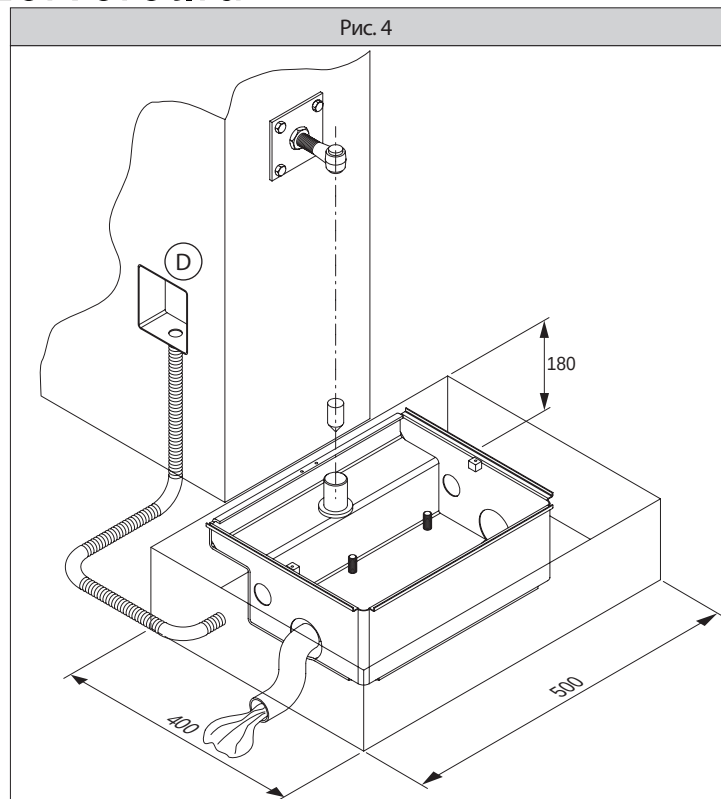
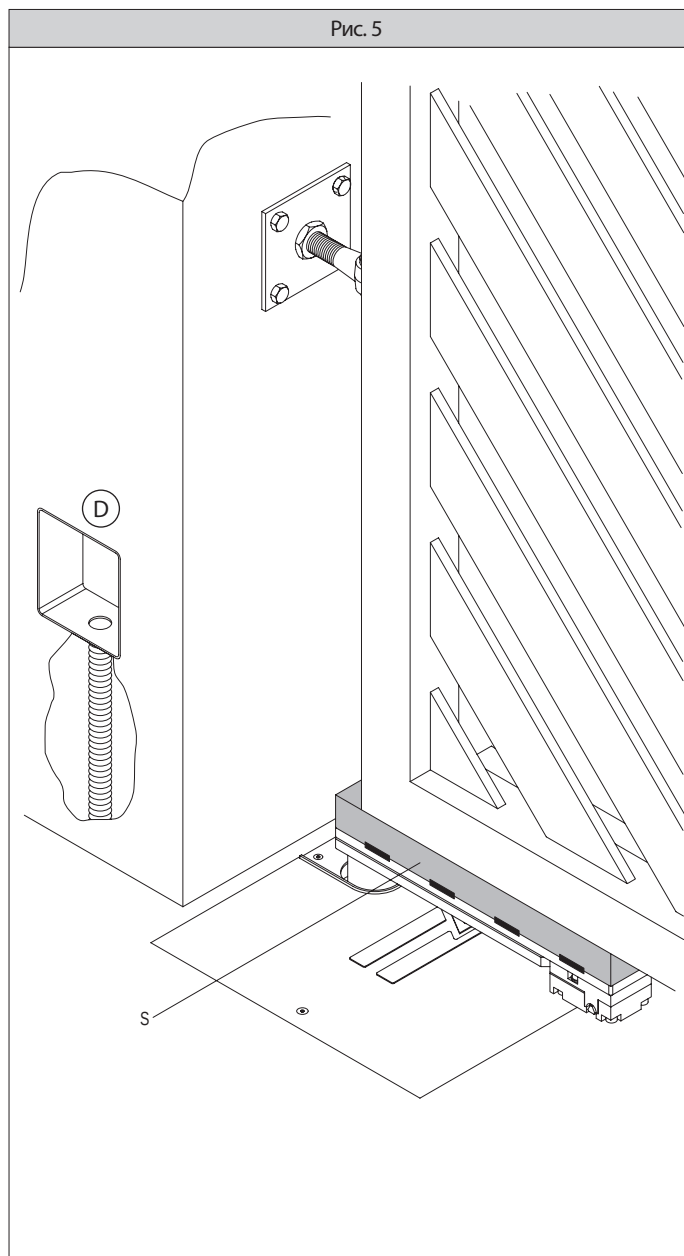
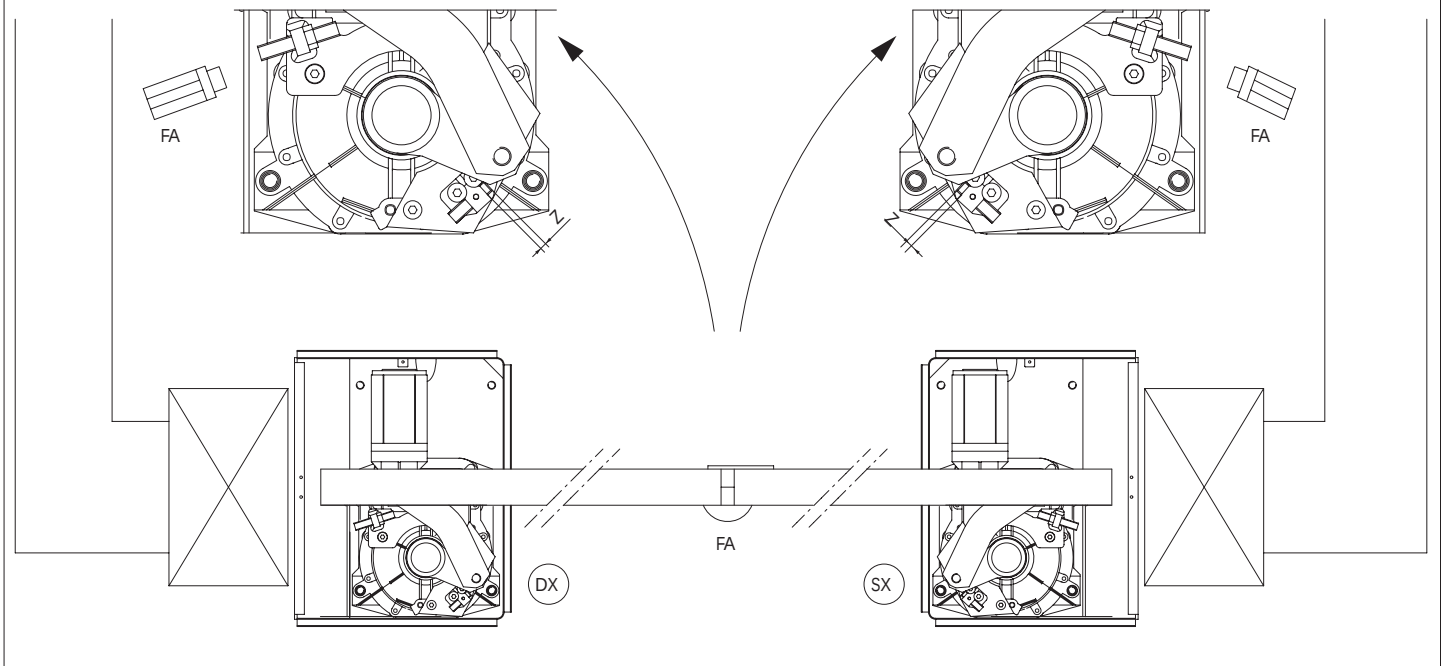

Рис. 5
Рис. 6
Рис. 9
- Установите рычаги на трубу А как указано на рис. 9. Если высота смонтированных рычагов недостаточна, то установите дополнительно прокладку S как на рис.5.
- Смонтируйте счетчик концевиков и механические упоры рис. 6а.
- Закрепить пластину на моторедукторе 4 винтами как на рис. 6В. После установки моторедуктора в корпус подсоедините блок управления, чтобы иметь возможность переместить ручку на выходе и затем закрутите 2 винта M8 (рис. 9).
- Моторедуктор крепится в корпусе в положении, указанном на рис. 9 с использованием 4-х ранее снятых гаек.
- Пропустите кабель счетчика концевиков так, чтобы крылышки прямо касались подвижных частей (рис.9).
- Смажьте втулку, в которой проходит труба А, а также втулки ручки рис.9.
- После 8000 маневров или каждые 5 лет заменяйте упор В рис. 9, тщательно очищайте посадочное место и заменяйте полностью старую смазку на новую.